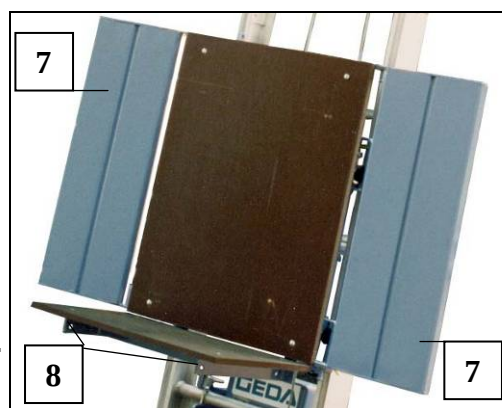

Fig. 43 Universeel plateau
- Aan beide kanten de buitenste moeren (11) en de veerringen van de voorgemonteerde schroeven (M12 x 40) eraf nemen.
- Frontbescherming met de schroeven (10) aan de voorste boringen van de draagprofielen (zie pos. 8 Fig. 43) van het universele plateau insteken.
- Veerring en moer (11) aan beide kanten monteren
- Beide buitenste moeren (11) vastdraaien.